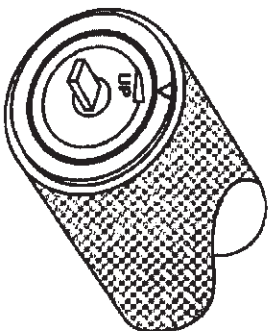

Fig. 2
1. Introdurre la tenda nella fentola a croce del supporto destro, verificando che la freccia in rilievo sulla molla sia posizionata come in fig. 2, facendo attenzione a non far ruotare la tenda durante l'inserimento; altrimenti la linguetta del fermo-molla potrebbe sganciarsi e far scattare la molla. Nel caso succeda, procedere al caricamento.
1. Insert the right blind into the cross slit of the right bracket, making sure that the position of the arrow sign on the spring is as per FIG. 2.
1. Stecken Sie das Nachrollo in den gekreuzten Schlitz der rechten Halterung mit der Pfeil auf der Feder in der Lage wie auf Bild 2. Passen Sie bitte auf, dass das Nachrollo nicht dreht, sonst die kleine Zunge der Feder könnte sich lösen und die Feder könnte sich spannen. In diesem Fall müssen Sie die Feder spannen.
1. Colocar la cortina en la ranura cruzada del soporte derecho asegurándose que la flecha sobre el muelle sea en la posición según FIG. 2. Atención de no girar la cortina, si no la lingueta podría desengancharse y el muelle podría descargarse. En este caso se deberá cargar el muelle.